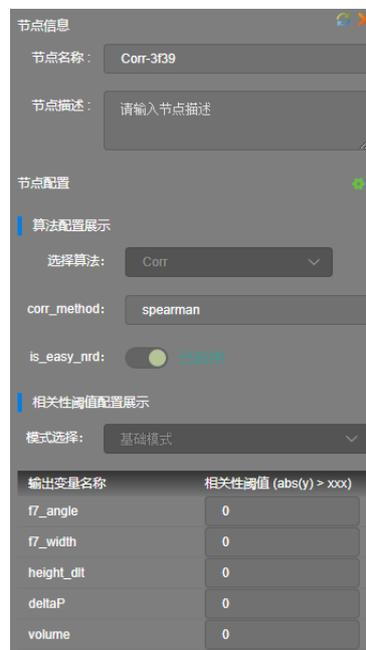

图243 Correlation 节点属性
Correlation 节点配置参数如图 243 所示，各参数描述如下：
- 节点配置：节点配置分为基础模式和高级模式两种。基础模式根据用户提供输出变量相关性阈值对输入变量进行筛选，如图 243 所示；而高级模式则是根据用户提供的自定义筛选表达式对输入变量进行筛选，需要注意的是，表示式需基于输出变量，且应满足 python 语法，如图 244 所示。